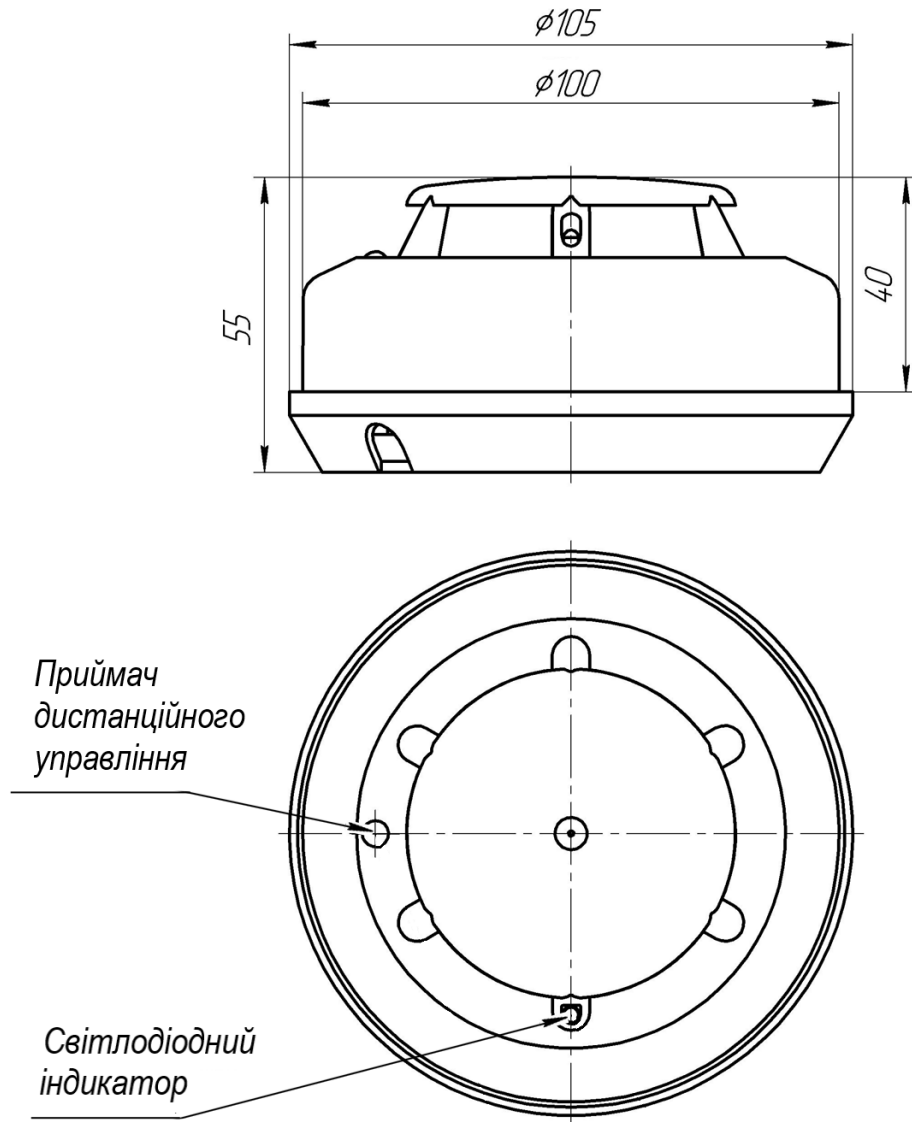

Рис. 1. Загальний вигляд сповіщувача і габаритні розміри з підставкою
4.1 Сповіщувач складається з блоку сповіщувача пожежного, встановленого на розетку і підставку. Загальний вигляд сповіщувача наведено на рис.1.